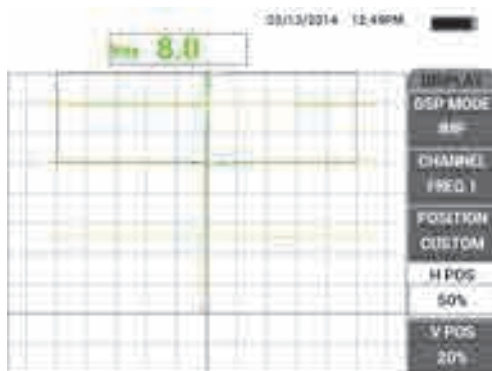

Рис. 5-87 Создание нескольких горизонтальных меток
10. Повторите шаг 9, используя сначала две визитные карточки, а затем одну визитную карточку, для создания нескольких горизонтальных меток (см. Рис. 5-87 на стр. 194).